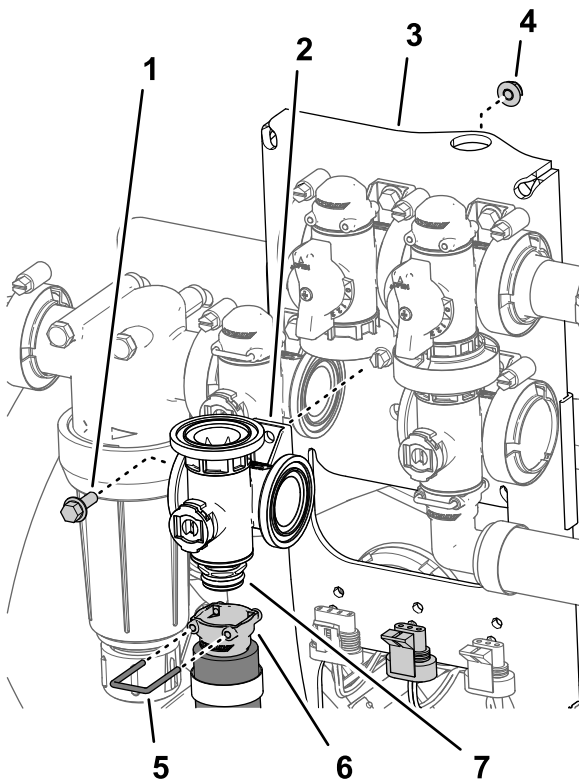

Figure 116
- Retirez l'étrier qui fixe la douille de raccordement rapide à au raccord rapide du collecteur de la vanne d'agitation (Figure 116).
- Retirez le boulon à embase ($\frac{1}{4}$ x $\frac{3}{4}$ po) et le contre-écrou à embase ($\frac{1}{4}$ po) qui fixent la vanne d'agitation sur son support, puis déposez le collecteur de la machine (Figure 116).